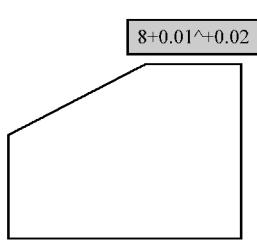
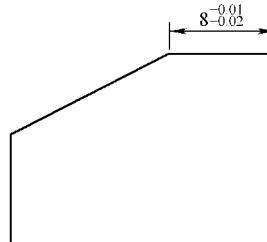

图 8-21 利用【多行文字
图 8-22 尺寸公差标注
利用【多行文字编辑器】对话框的文字堆叠功能添加公差文字。在尺寸标注命令执行过程中，当命令行显示〔指定尺寸线位置或〔多行文字 (M) /文字 (T) /角度 (A) /水平 (H) /垂直 (V) /旋转 (R)〕：时键入“M”，调出【多行文字编辑器】对话框。直接输入上、下偏差数值并用符号“^”分格（例如：+0.01^+0.02），如图 8-21 所示。然后选中输入的文字，单击对话框工具条上的按钮使公差文字堆叠即可，如图 8-22 所示。